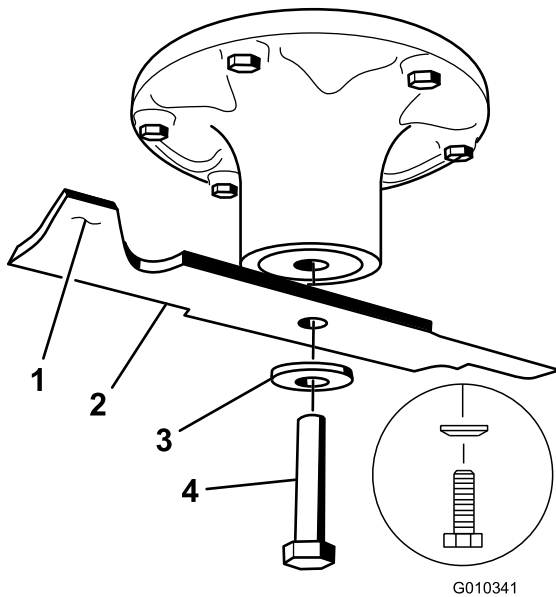

Figura 68
2. Retire del eje el perno de la cuchilla, la arandela curva y la cuchilla (Figura 68).
- Instale la cuchilla en el eje (Figura 68).
- Instale la arandela curva (con la copa hacia la cuchilla) y el perno de la cuchilla (Figura 68).